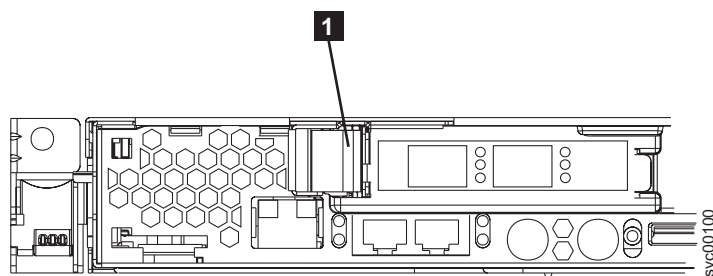

図 161. PCI スロット 1 カード・リテーナー
1. ファイバー・チャンネル・カードをスロット 1 に取り付けます。図 161 を参照してください。